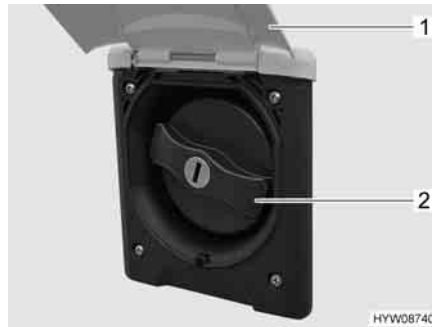

Fig. 196 Coperchio per bocchettone di riempimento dell'acqua potabile
- Sollevare lo sportello esterno (Fig. 196,1).
- Ruotare il coperchio blu (Fig. 196,2) di un quarto di giro.